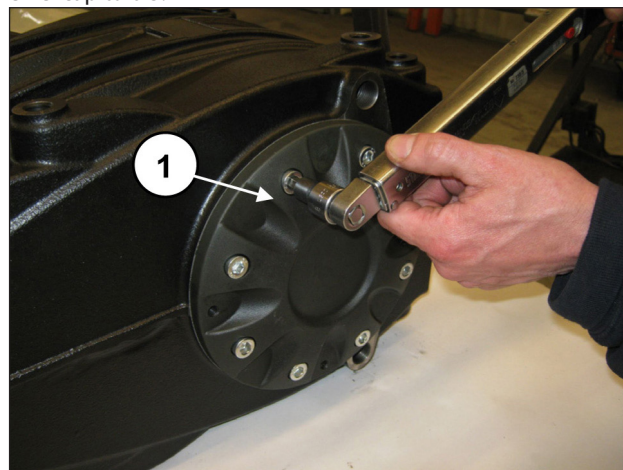

Fig. 60
Apretar los 8 tornillos M10x30 (pos. ①, Fig. 60). Ajustar los tornillos con la llave dinamométrica como se indica en el capítulo 3.